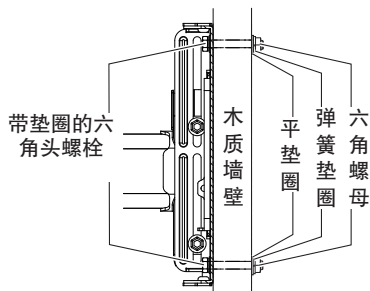
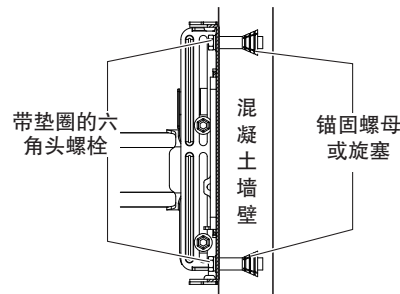

图 4
图 5
- 安装到木质墙壁时 ( 图 4 )
- ① 在墙壁上按照步骤 3 ) 选取的全部螺丝孔位置 ( 至少 8 处 ) 钻取 M6 用的孔。
- ② 取下模板片。
- ③ 将墙装支架挂到按照步骤 2 ) 在墙壁上安装的 2 颗 M8 螺丝上。
- ④ 将 M6 螺栓紧固到在步骤 ① 钻出的全部螺丝孔, 从而将墙装支架固定到墙壁上。
- 安装到混凝土墙壁时 ( 图 5 )
- ① 将锚固螺母或旋塞安装到步骤 3 ) 选取的全部螺丝孔位置 ( 至少 8 处 ) 。
- ④ 将 M6 螺栓紧固到在步骤 ① 安装的全部锚固螺母或旋塞, 从而将墙装支架固定到墙壁上。